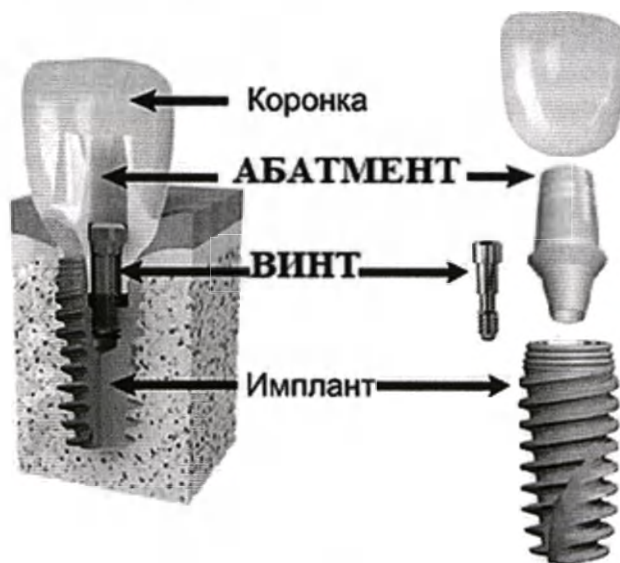

Рисунок 6.1.**
Имплантация зубов на сегодняшний день является одной из наиболее востребованных процедур в стоматологии. Она показана как при одиночном дефекте, так и при полном отсутствии зубов. Суть данной процедуры заключается во внедрении в костную ткань имплантата, который обычно состоит из нескольких компонентов (см. рис.6.1.). Обязательными составляющими зубного имплантата является тело, или корневая часть, и абатмент.
** - рисунок 6.1. носит информационный характер.